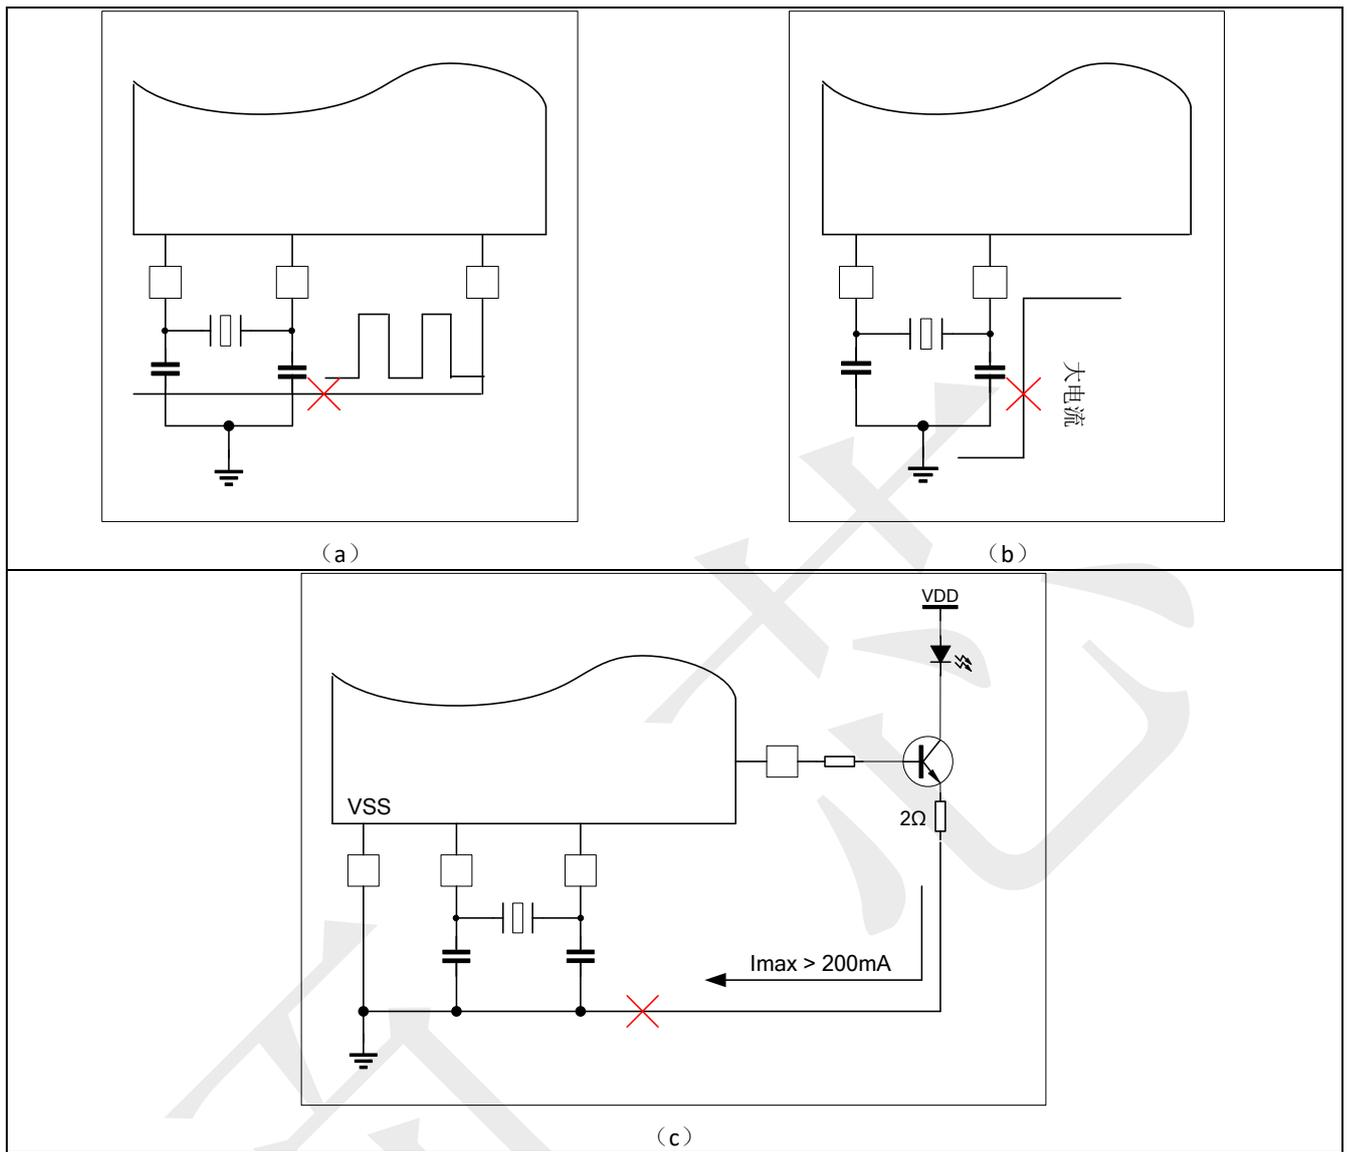

图 5-5 外接晶振不恰当走线
- ✧ 晶振电路附近尽量不要走高频信号，见图 5-5 (a)。
- ✧ 晶振电路附近尽量不要有大电流回路，见图 5-5 (b)。
- ✧ 不要有大电流流经晶振负载电容接地地通道，见图 5-5 (c)。